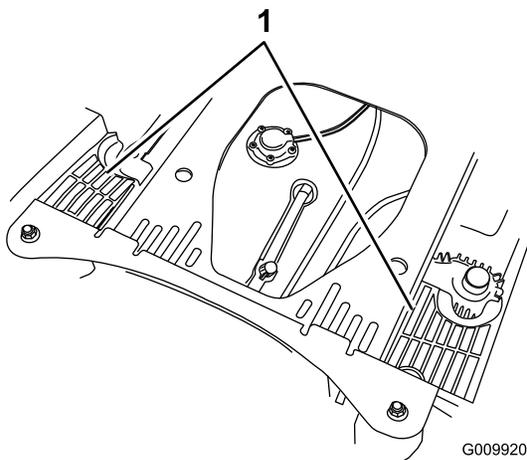

Figure 76
4. Débarrassez les carénages de l'unité hydraulique de l'herbe et des débris accumulés (Figure 76).